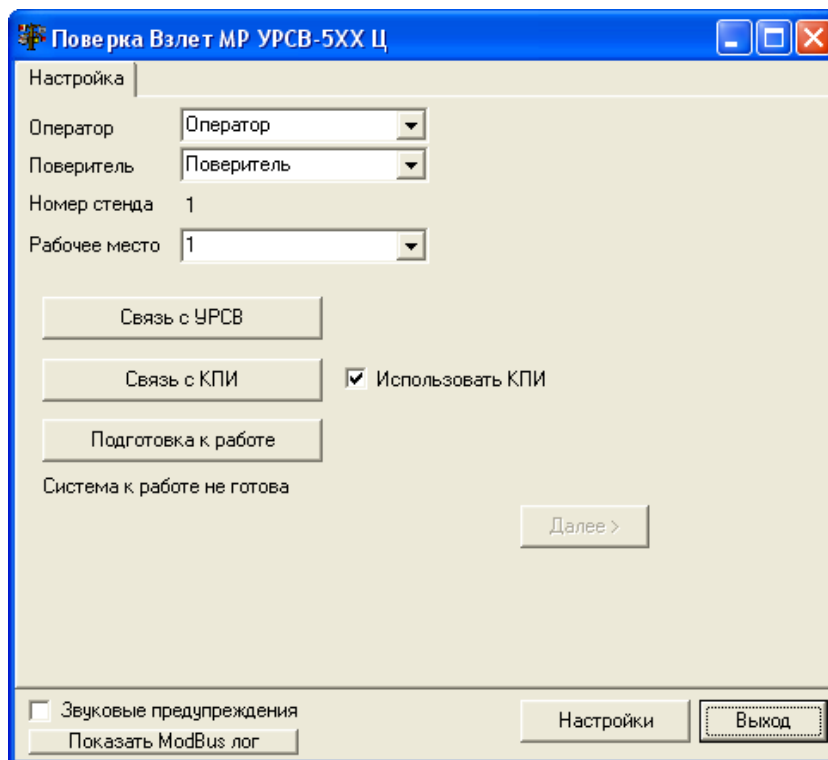

Рис. 22. Основное окно программы после запуска.
2.6.1. На компьютере запустите программу «Поверка ВЗЛЕТ МР УРСВ-5хх ц». На экране монитора появится основное окно программы (рис.22).